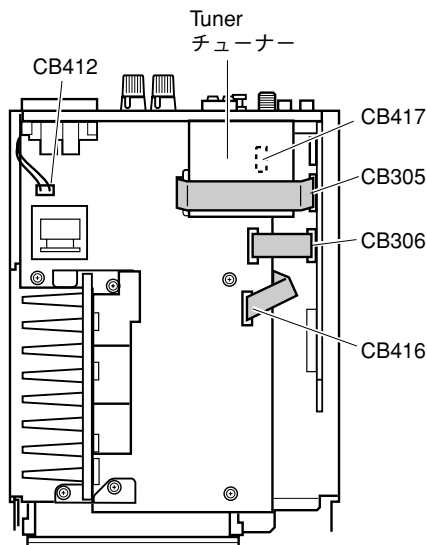

Fig. 3
- Disconnect a cable from Connector (CB305) in Fig. 3.
- コネクタ (CB305) からケーブルを外します。(図3)
4. Removal of MAIN (1) P.C.B.
- Disconnect cables from Connectors (CB417, CB416, CB306, CB412) in Fig. 3.
4. MAIN (1) P.C.B.の外し方
- コネクタ (CB417、CB416、CB306、CB412) からケーブルを外します。(図3)